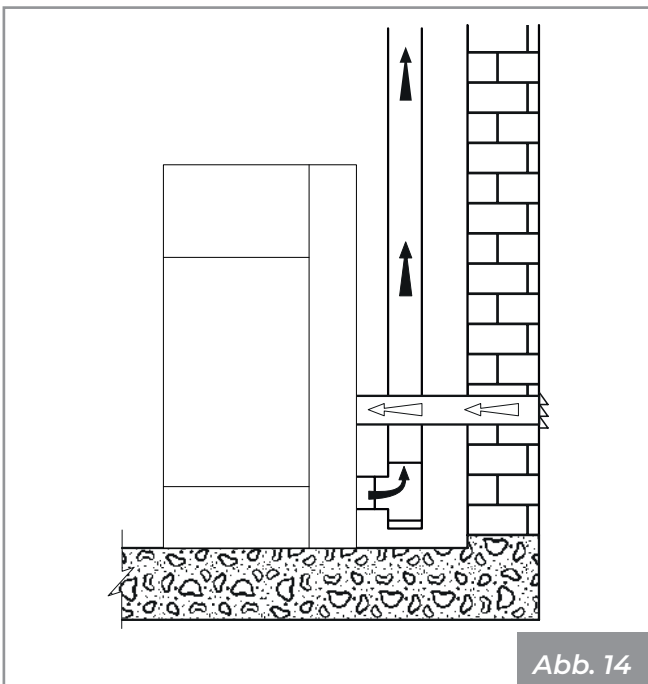

Abb. 14
- direkt von außen mit direktem Anschluss an die Brennkammer kommend (**Abb. 14**).
Den Verbrennungslufteinlass des Geräts mit einem geeigneten Kanal an den Lufteinlass anschließen (**Abb. 14**).